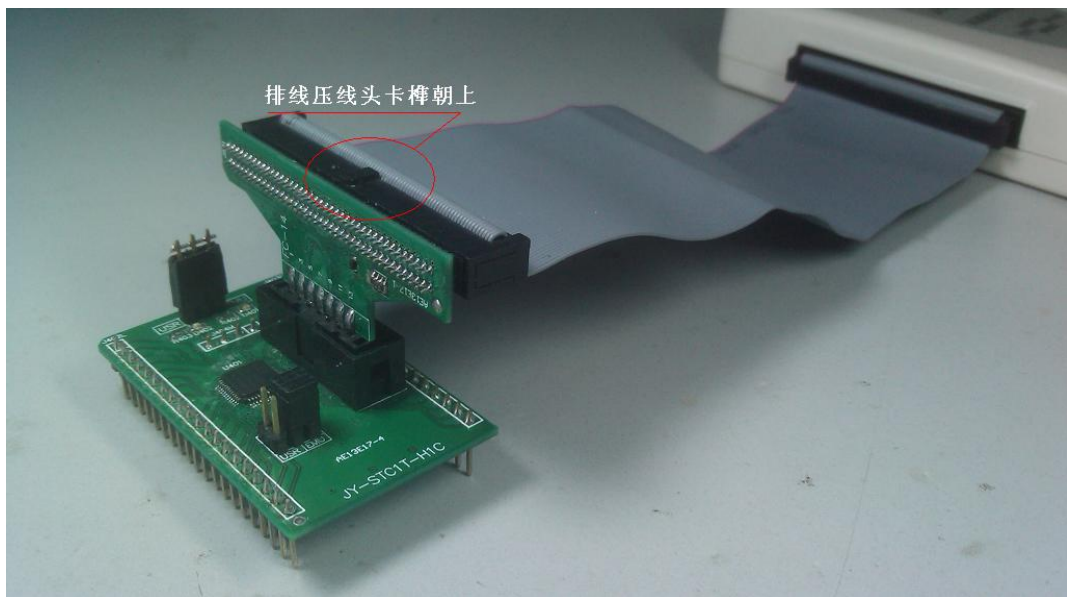

图 5-7 排线与“特殊转换头”结合时，排线压线头上的卡榫朝上
**注意：**80 排线与“特殊转换头”结合时，排线压线头上的卡榫朝上(如图 5-7)。